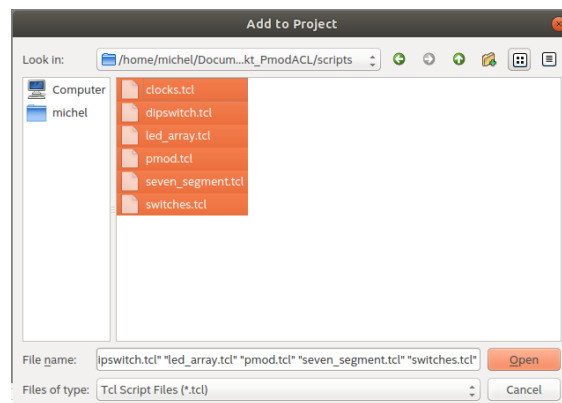

Abbildung 5: Hinzufügen der Tcl-Skripte zum Quartus-Projekt
3. Klicken Sie auf „Add to Project“, navigieren Sie in den Ordner `scripts/`, markieren Sie alle Tcl-Dateien, und klicken Sie schliesslich auf „Open“ (Abb. 5).